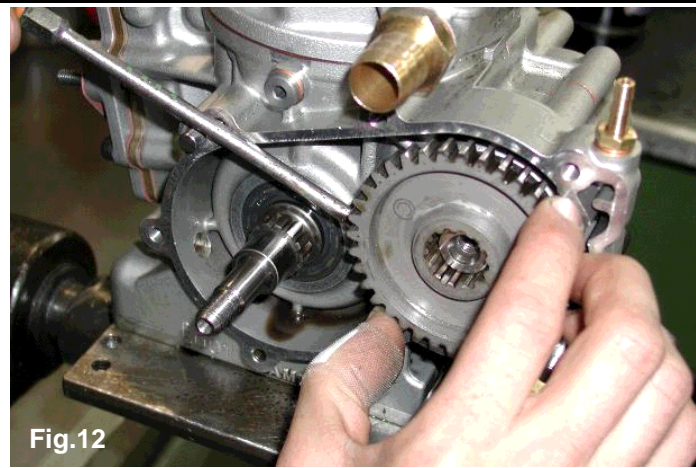

Fig.12
- DEMONTER L' ENGRENAGE DE L'ARBRE D'EQUILIBRAGE (voir Fig. 12).